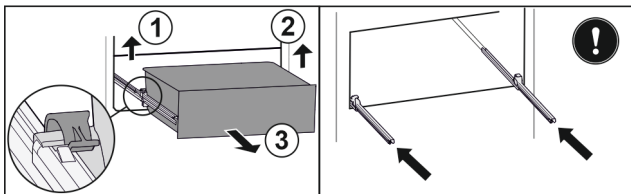

Fig. 109
- ▶ Повдигнете лявата скоба и едновременно с това изтеглете напред чекмеджето отляво. Fig. 109 (1)
- ▶ Повдигнете дясната скоба и едновременно с това изтеглете напред чекмеджето отдясно. Fig. 109 (2)
- ▶ Извадете чекмеджето напред. Fig. 109 (3)